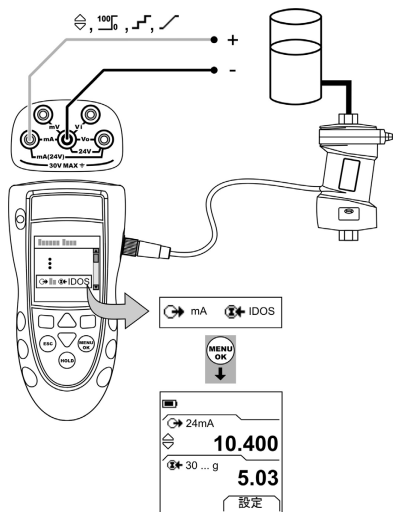

図7：構成例 - 圧力測定
- 別の操作 (図 7) で圧力測定をするために、同じ手順を使用します。